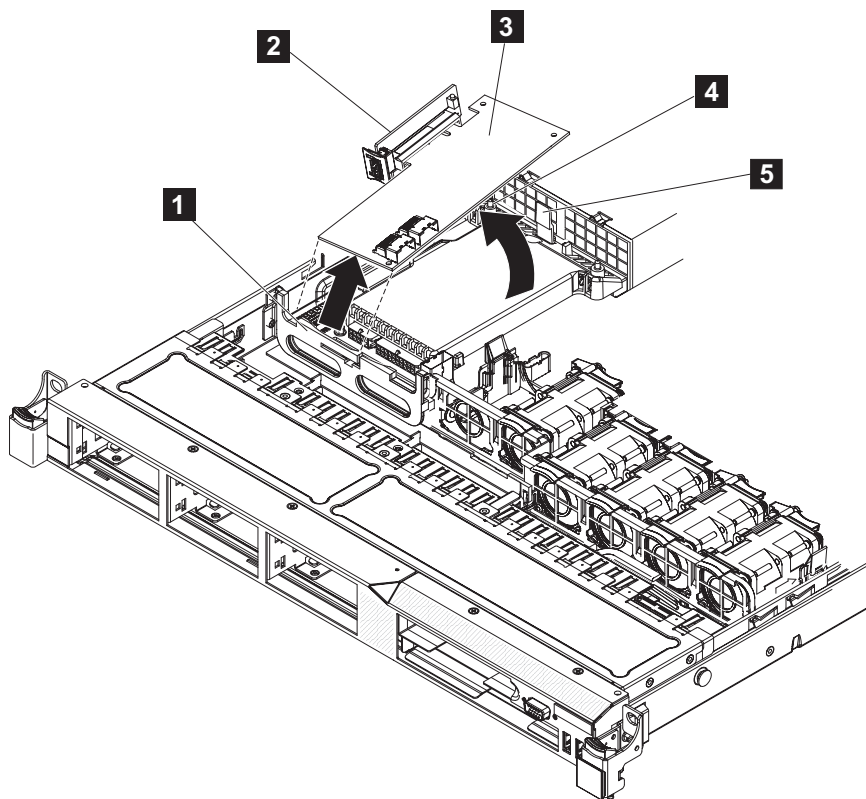

図 199. ディスク・コントローラーの前部保持ブラケットの取り外し、およびライザー・アセンブリーとディスク・コントローラーの取り外し
11. ディスク・コントローラーと USB ライザー・カード・アセンブリー (2) がシステム・ボード上のコネクタから外れるまで、ディスク・コントローラー (図 199 の 3) を引き上げます。